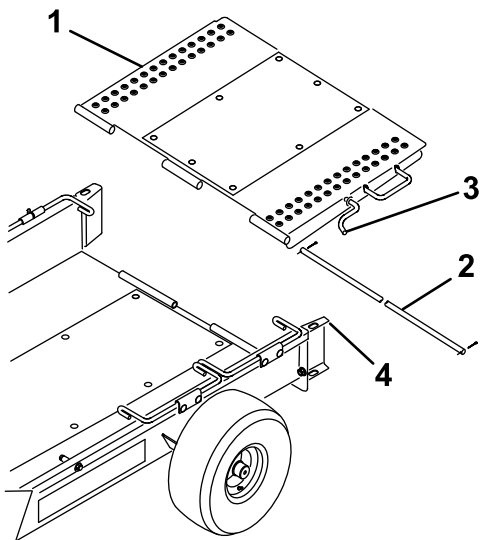

图3
5. 用铰链杆和 2 个开口销将拖车坡道安装到拖车底板的后面（图3）。
6. 将拖车坡道向上转动，并将坡道门锁挂入车轮导轨顶部的孔中（图3）。
8. 将拖车坡道向上转动，并将坡道门锁挂入车轮导轨顶部的孔中（图3）。